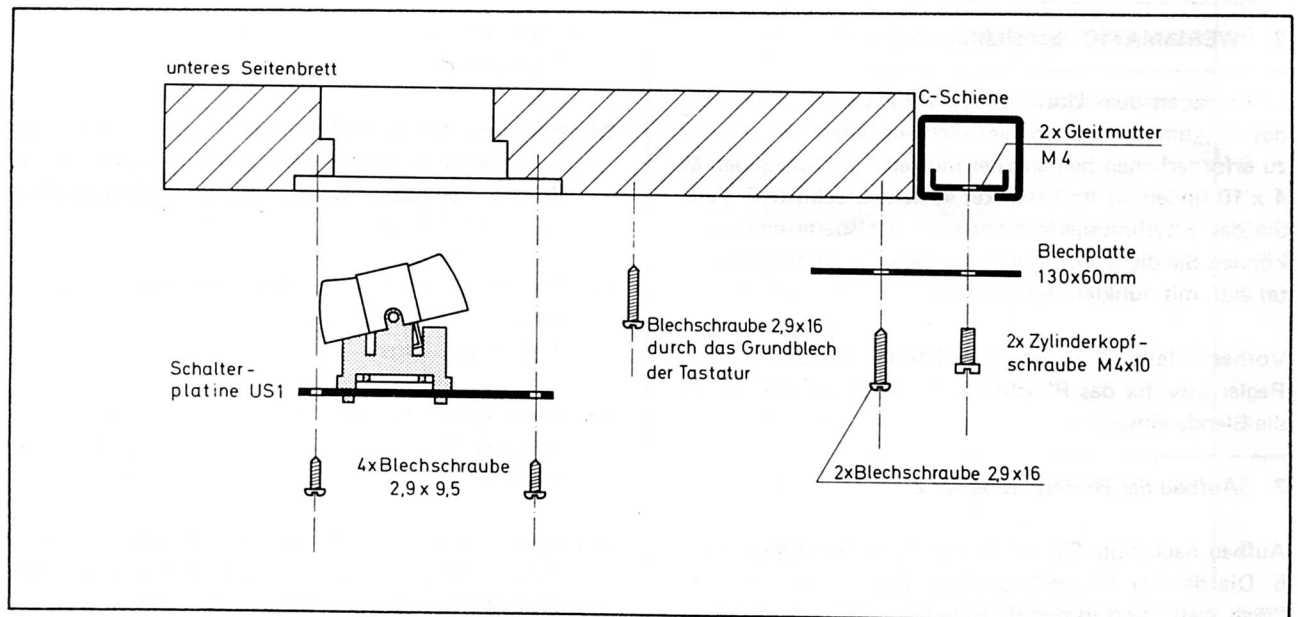
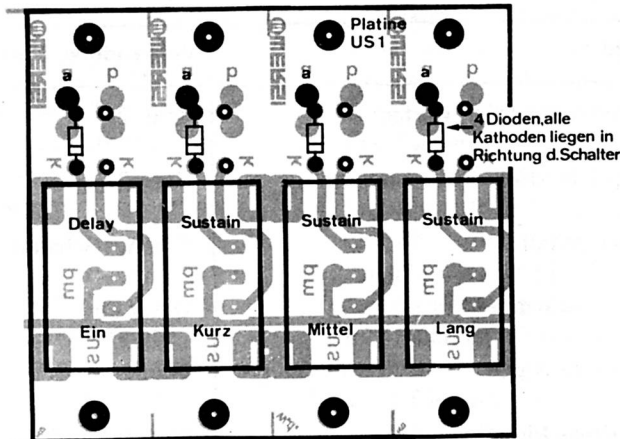

Abb. 26: Montage des rechten unteren Seitenbrettchens
Abb. 27: Bestückungsplan für die Hüllkurvenschaltung UM
- a) Seitenbrettchen (im Baupaket 4) nach Abb. 26 an der C-Schiene befestigen. Material und Arbeitsablauf gemäß Stückliste 5, Pos. 7, 19, 21, 23 und 24. (Bei geplantem Einbau des Zusatzpianos tritt an die Stelle des unteren rechten Seitenbrettchens eine Metallblende. Auch die nachstehend unter b) angesproche-
- b) Die Schaltergruppe "Hüllkurven für Untermanual" (im Baupaket 3) nach Stückliste 6 und Abb. 27 vorbereiten und nach Abb. 26 in das Seitenbrettchen einbauen. (Befestigungsmaterial im Baupaket 5, vgl. Stückliste 7.)
| 1        | 1      | Schalterplatine US 1, vierfach 1) | Abb. 27              |
| 2        | 4      | Dioden 1 N 4148                              | Abb. 27              |